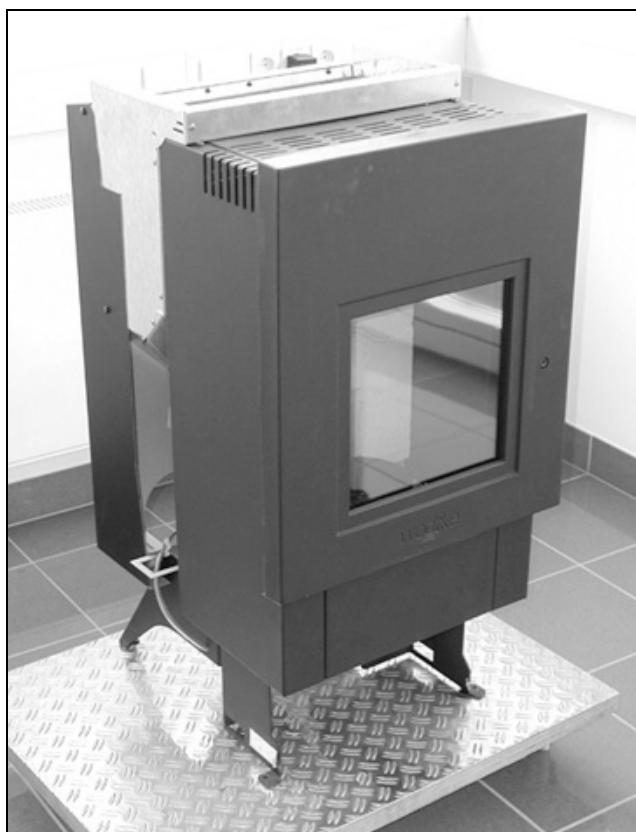
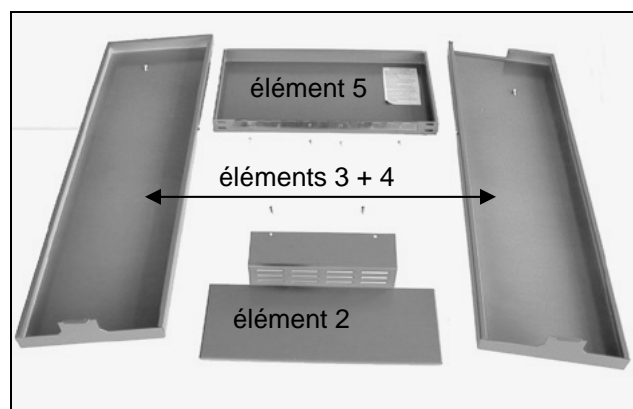

Fig. 1 : Corps de base du Smart (élément 1)
Fig. 2 : Éléments d'habillage fournis
Le corps de base du Smart (voir Fig. 1) et les éléments d'habillage (voir Fig. 2) sont fournis séparément. **Veillez vérifier si les éléments d'habillage présentent des signes de dommages dus au transport (rayures etc.) et vous assurer qu'il ne manque aucun élément. Aucune réclamation ultérieure n'étant prise en compte.** Vous devez assembler les éléments ci-après entre eux :
- élément 1 : corps de base du poêle (Fig. 1)
- élément 2 : jupe d'habillage inférieure avec 2 vis à tôle : ST 4,8 x 16 mm, vernies (Fig. 2)
- élément 3 + 4 : habillage latéral à gauche et à droite avec une vis à tôle chacun : ST 4,8 x 13 mm, galvanisées (Fig. 2)
- élément 5 : couvercle du réservoir avec charnière et 4 vis à tôle ST 4,2 x 9,5 mm, vernies (Fig. 2)